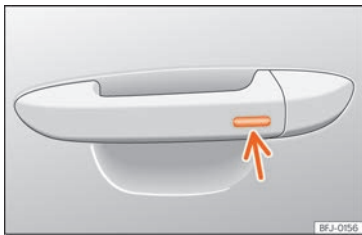

Fig. 112 Manecilla de la puerta: superficie sensora.
- Mantenga un dedo durante algunos segundos sobre la superficie sensora de bloqueo » » fig. 112 (flecha) de la manecilla de la puerta para que se cierre el techo. Si deja de tocar la superficie sensora se interrumpe la función de cierre.